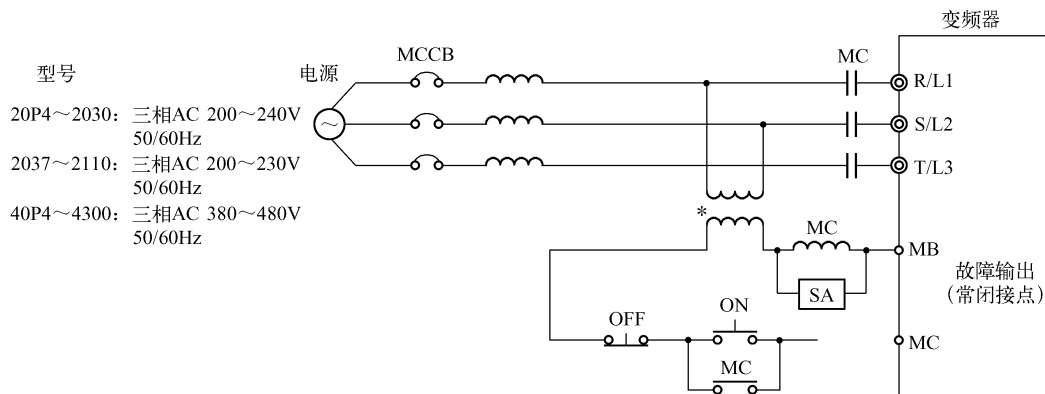

图 4-8 变频器用断路器设置
(1) 主回路输入侧的接线。
① 接线用断路器的设置。电源输入端子 (R、S、T) 与电源之间必须通过与变频器相适合的接线用断路器 (MCCB) 来连接。
- 断路器 MCCB 由多台变频器或与其他机器共同使用时，按图 4-8 所示，接入故障输出时电源关闭的顺控器。